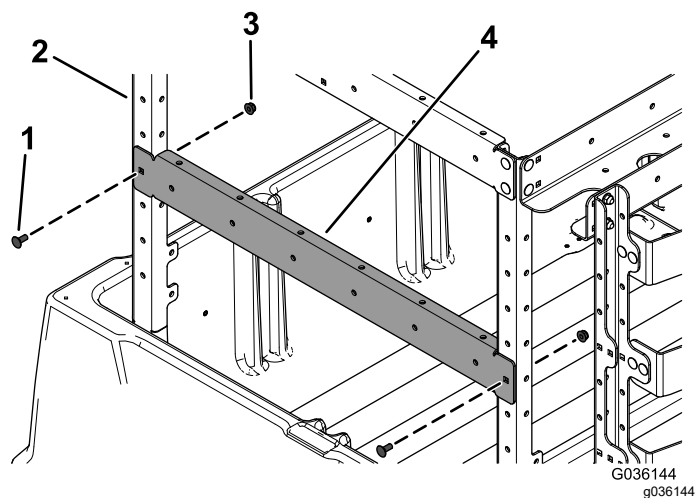

Bild 7
6. Befestigen Sie die vordere Stützhalterung (mit einem Loch an jeder Seite) mit zwei Schlossschrauben (5/16" x 3/4") und zwei Bundmuttern (5/16") an den zwei aufrechten Rahmenhalterungen vorne, wie in **Bild 7** abgebildet.